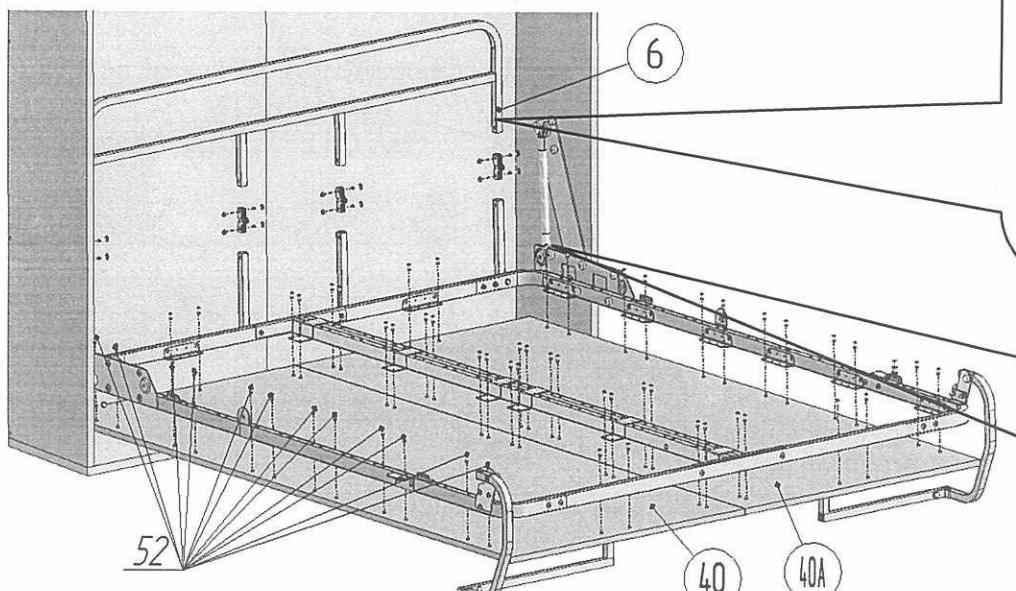
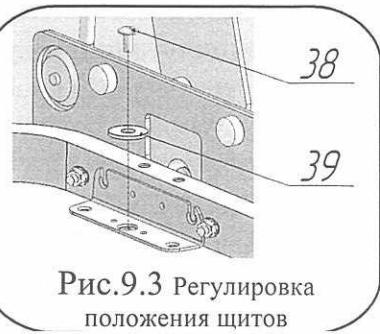
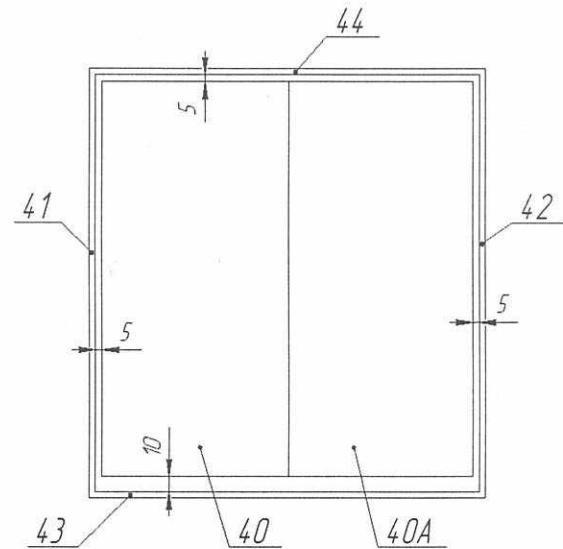

Рис.9.1
Рис.9.3 Регулировка положения щитов
Рис.9.4
11. Установить шарниры поз. 11 в бортик поз.6 и стойки бортика поз.9 (рис.9.1 и 9.2). Закрепить, используя Винт M6x25 поз.16, гайку M6 со стопорным кольцом поз.23. Присоединить стойки бортика поз.9 к стойкам со вкладышем поз.9А в соответствии с рисунком 9.2, используя Винт M6x25 поз.16, гайку M6 со стопорным кольцом поз.23.
**Шайбу подложить под головку винта.** Привести кровать в вертикальное положение. Последующей регулировкой щитов обеспечить зазоры между стенками короба поз.41,42, верхней панелью поз.44 и щитами декоративными поз.40 и 40A — 5 мм (рис.9.4 и
29), между панелью нижней поз.43 и щитами декоративными поз.40 и 40A— 10 мм (рис.9.4 и 29). Регулировку щитов произвести следующим образом: привести кровать в горизонтальное положение, ослабить винты M6x13 поз. 38 (рис.9.3). Сместить декоративные щиты в необходимом направлении. Затянуть винты M6x13 поз. 38. При необходимости повторить операцию выравнивания. Окончательно закрепить декоративные щиты на раме, используя саморезы Ø4x16 поз.52 (рис.9.1).